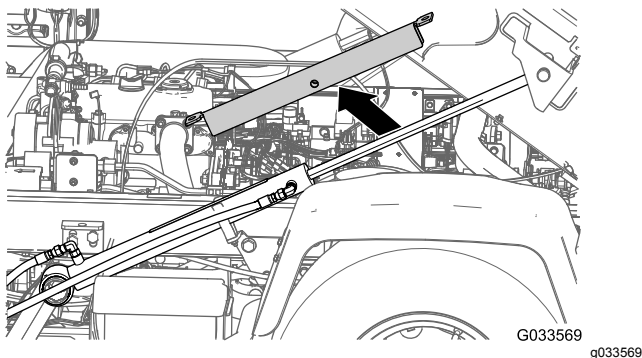
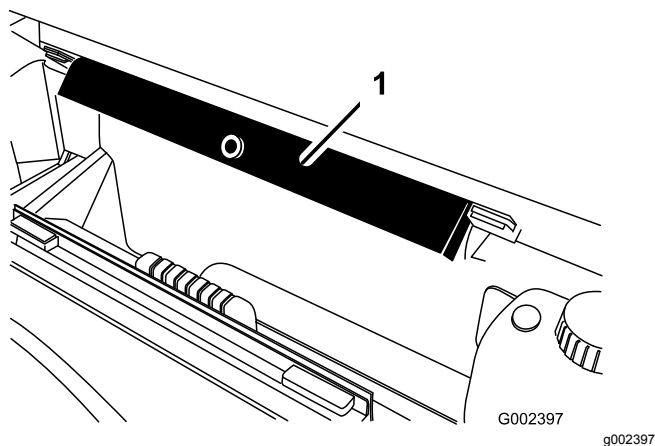

Рисунок 34
Рисунок 35
2. Снимите опору кузова с гидроцилиндра подъема и уложите опору в кронштейны для хранения в задней части панели конструкции ROPS (Рисунок 34 и Рисунок 35).